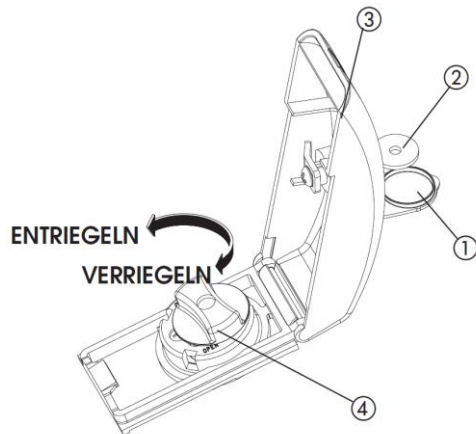

Abbildung 1: Entriegeln/Verriegeln Antrieb
- Die Schutzkappe anheben (Abb. 1, ref. 1) und den entsprechenden, im Lieferumfang enthaltenen Schlüssel einführen (Abb. 1, ref. 2).
- Die Abdeckung anheben (Abb. 1, ref. 3).
- Den Entriegelungsgriff um etwa zwei Drehungen im Gegenuhrzeigersinn drehen (Abb. 1, ref. 4).